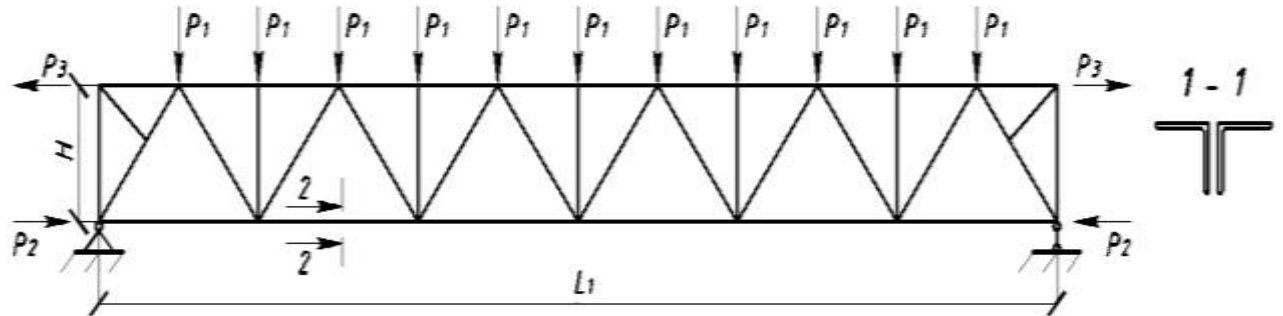

Рисунок 3.1 - Расчетная схема к лабораторной работе №3
- создать геометрию плоской стропильной фермы (рис.3.1) используя прототип SCAD;